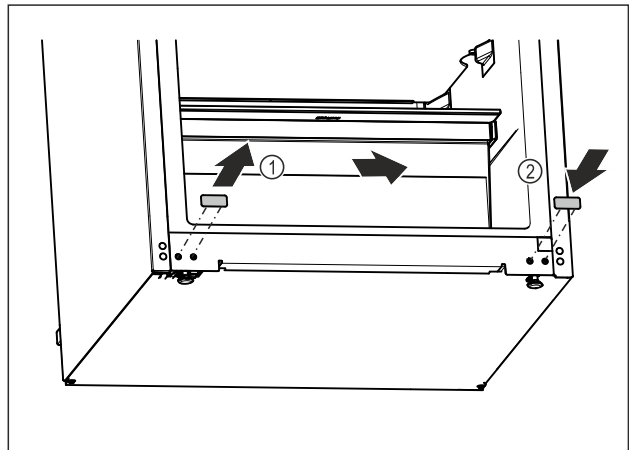

Fig. 16
- ▶ Vytiahnite kryciu zátku. Fig. 16 (1)
- ▶ Nasadte kryciu zátku na opačnú stranu. Fig. 16 (2)